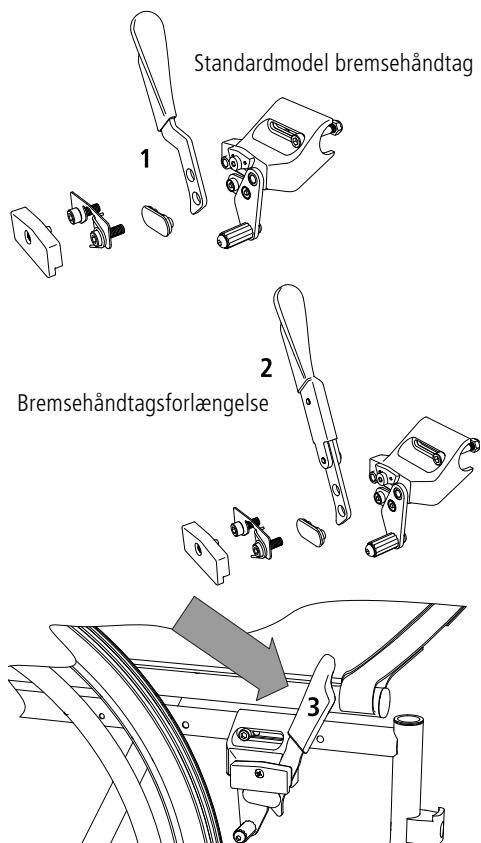

fig.51
Bremsehåndtagsforlængelsen letter transmissionen til bremsen. (fig. 51)
1. Afmonter standardbremsehåndtaget helt, som vist på billedet. (1, fig. 51)
2. Montér bremsehåndtagsforlængelsen (2, fig. 51) i omvendt rækkefølge på kørestolen.